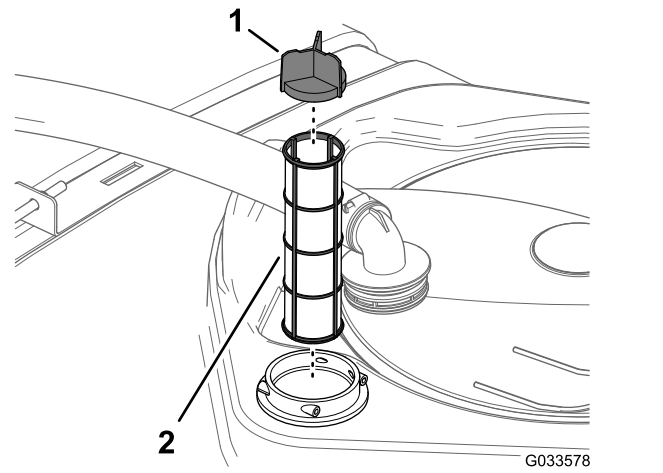

Figure 29
4. Sortez la crépine d'aspiration du logement du filtre dans la cuve (Figure 29).